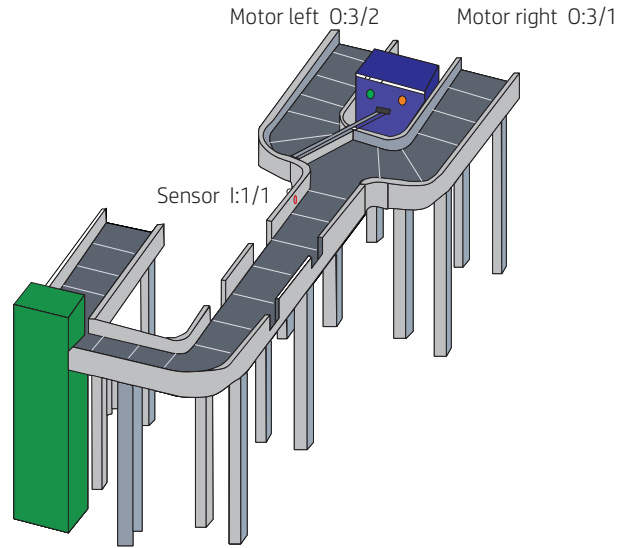

Figura 5. Banda transportadora
**Descripción y especificaciones del proyecto.-** En una planta embotelladora se requiere la implementación de un control para la banda transportadora mostrada en la Figura 5. Esta cuenta con 2 canales para facilitar el empaque de las botellas: el canal principal (derecho) y un canal de desvío (izquierdo), al cual se puede acceder por medio de una compuerta cuyo sistema de control está conformado por un servomecanismo y un sensor óptico S1 que detecta el paso de las botellas.